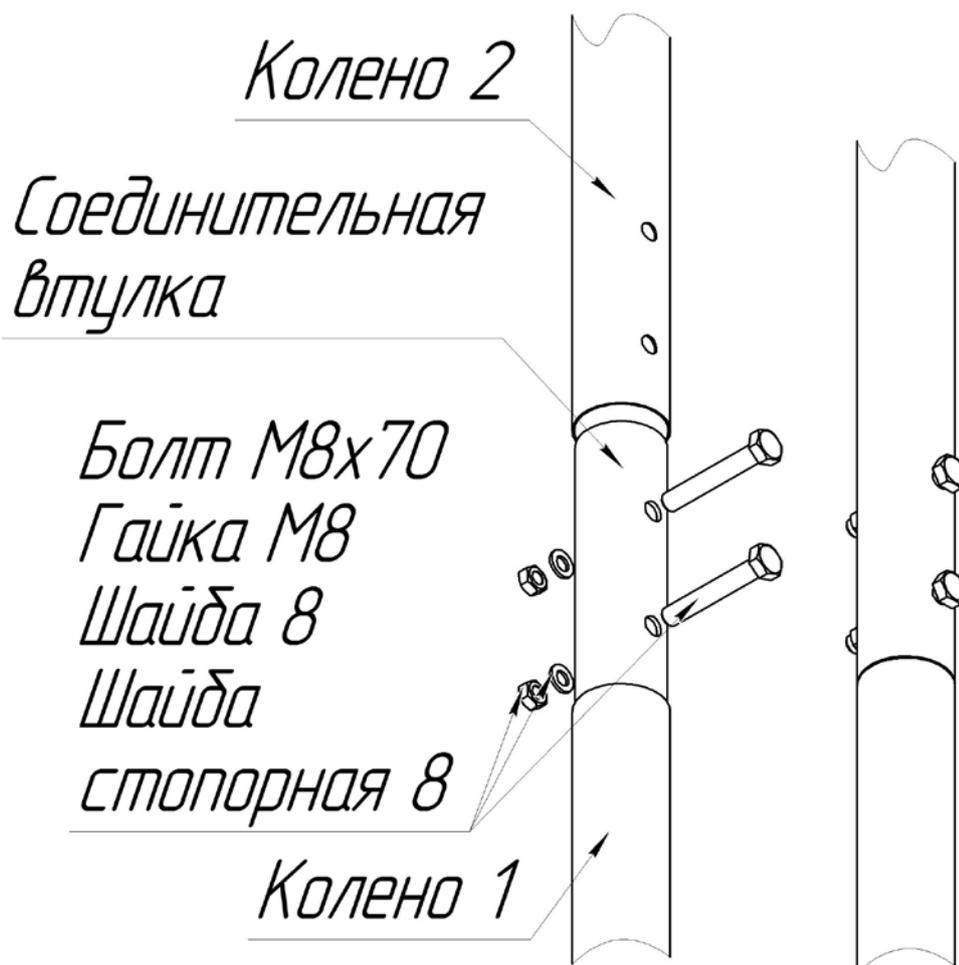

Рисунок 3 – Сборка мачты ММ-01
6.4 Установить колено 2 в соединительную втулку колена 1, закрепить болтами. (Рисунок 3).